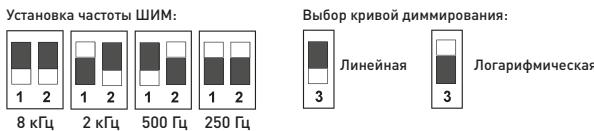

Рисунок 2. Положения DIP-переключателей
3.6. Установите частоту ШИМ и кривую диммирования с помощью DIP-переключателей на корпусе устройства (рис. 2).